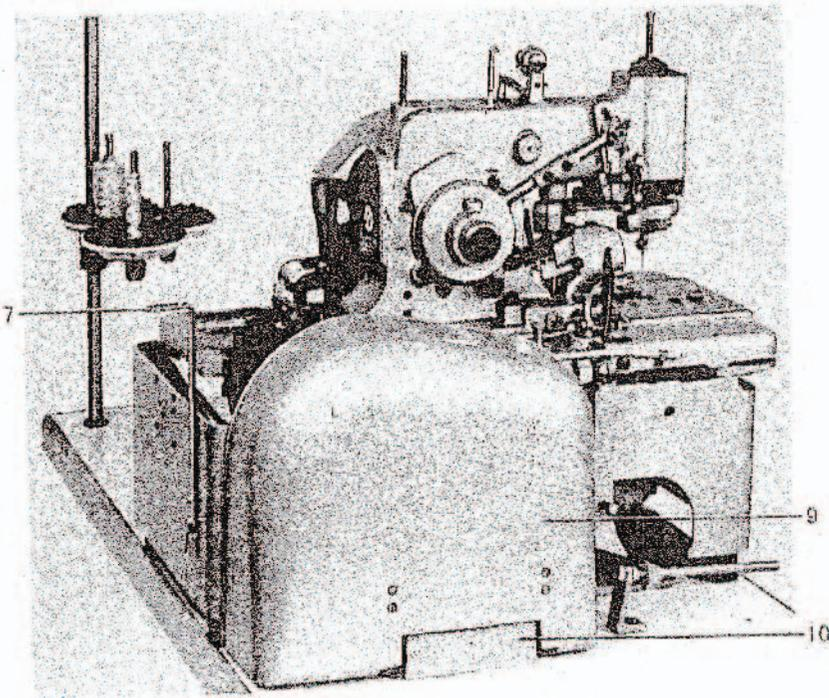
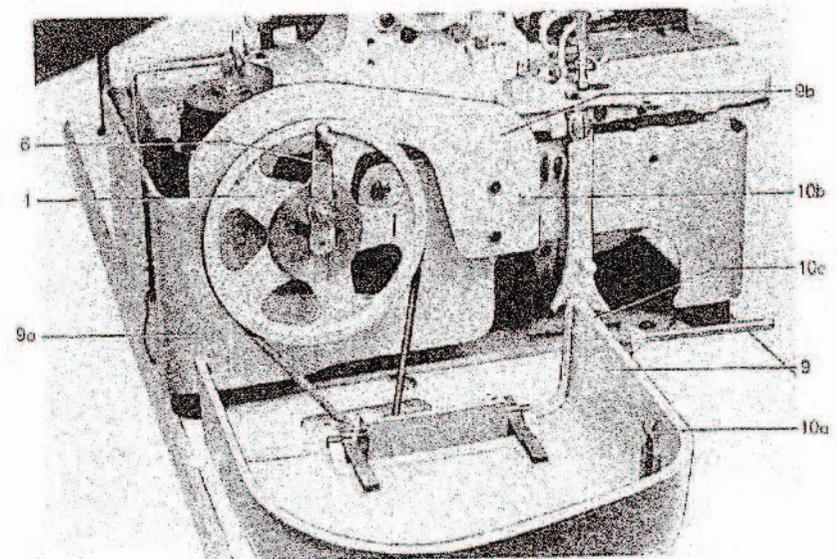
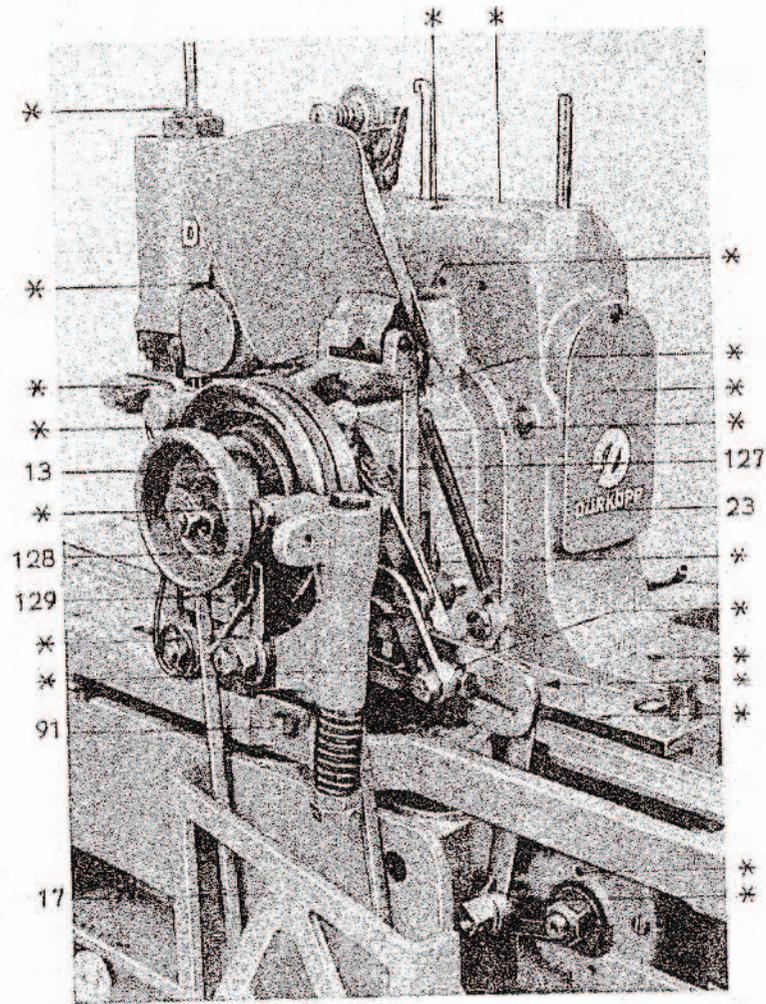
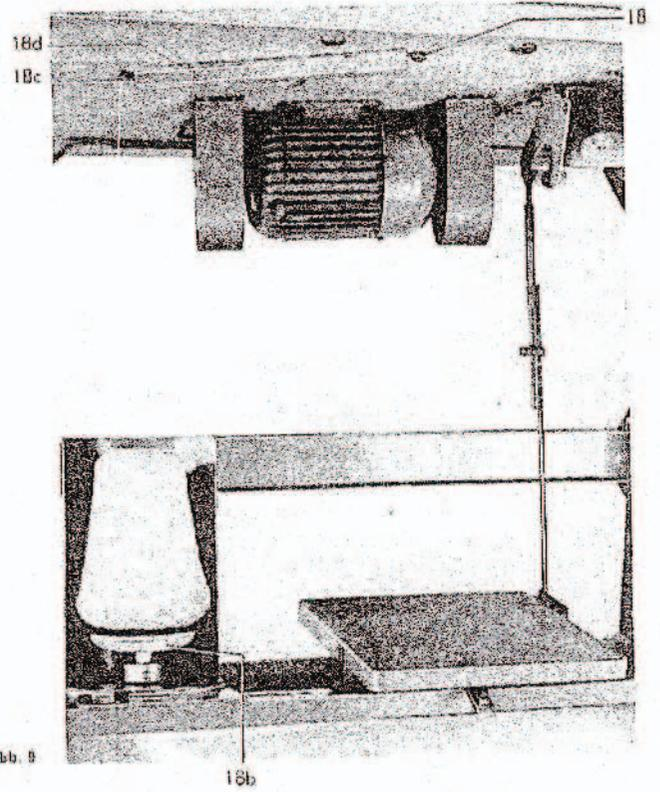

Abb. 6
Abb. 6a
Abb. 8
Abb. 9
- i) die hintere an dem Sockel befindliche Fadenführung 7 ist umzudrehen, so daß sie die Stellung einnimmt, wie Abbildung 6 zeigt.
9. Die Antriebsriemen auflegen Den 7 mm ϕ Rundriemen gekreuzt vom Schnellauftrad 1 (Abb. 6a) zum Motor. Den 8 mm ϕ Rundriemen von der Antriebsscheibe 13 (Abb. 8) zum Motor.
10. Den Riemenschutz 17 (Abb. 8) auf der Tischplatte befestigen. Die Schutzhaube 9 (Abb. 6) für das Schnellauftrad 1 (Abb. 6a) und den oberhalb der Tischplatte befindlichen Teil des Antriebsriemens montieren.
Das Schutzblech 9b gemäß der Abbildung 6a am Sockel 9a anbringen. Dabei das hintere Ende des Bleches 9b an der Innenseite des Sockels befestigen. Siehe Abbildung 6b. Vorn sind zwischen Sockel und Schutzblech die zwei Distanzhülsen 9c anzuordnen.
Den Lagerbock 10 (Abb. 6) der Schutzhaube 9 parallel zum Sockel ausrichten und mit zwei Holzschrauben so auf der Tischplatte befestigen, daß die Haube 9 am Schutzblech 9b (Abb. 6a) anliegt und die Rastfeder 10a über den Kugelbolzen 10b greift.
11. Garnständer und Gimpenrollenhalter gemäß Abbildung 6 anbringen, Bei den Unterklassen 557-34 OGF und 557-114 OGF sind der Garnrollenhalter 18b, der Führungshaken 18c, die Schutzleiste 18d und das Fadenleitrohr 18, wie aus Abbildung 9 ersichtlich, zu montieren.
Zur Vermeidung dieser Störung ist es ratsam, in gewissen Zeitabständen in die Bohrung* A (Abb. 8) einige Tropfen Petroleum zu geben.
Um an verschiedene Ölstellen im Armkopf zu gelangen, müssen der Schieber 22 (Abb. 1) hochgezogen und der Deckel 23 (Abb. 8) hochgeschwenkt werden.
1. Vom Garnrollenhalter 18b (Abb. 9) nach oben und von rechts durch die Fadenöse 18c;